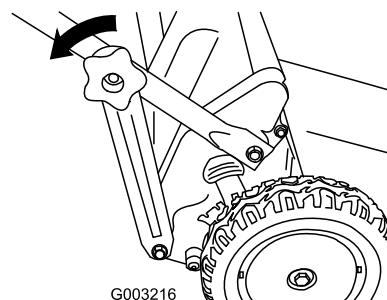

Bild 15
1. Nehmen Sie die Handräder des unteren Griffes ab, mit denen die unteren Griffenden an den Griffhalterungen befestigt sind (Bild 15).